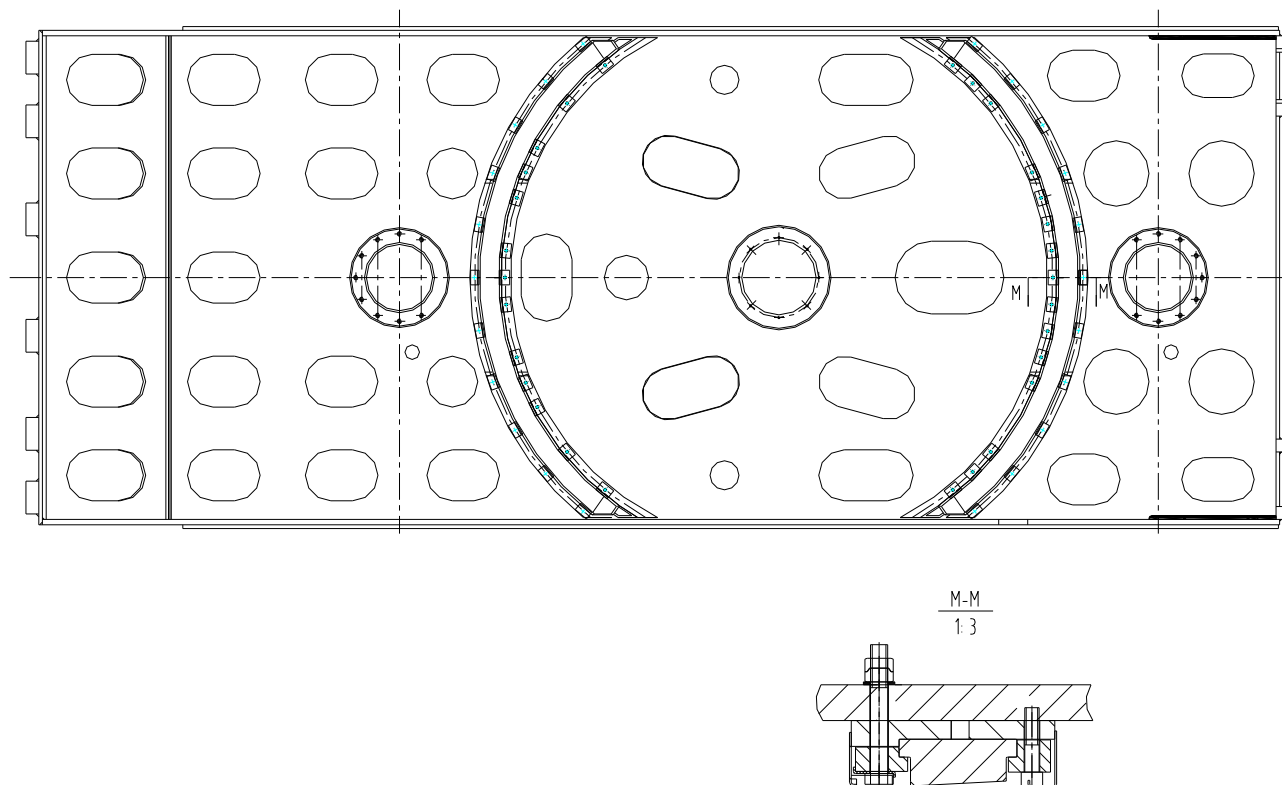

Рисунок 10-9. Проверка верхнего кольцевого рельса
4. Проверьте зазор между нажимной пластиной и кольцевым рельсом в специальных частях, как показано на рис. 10-9, не более 1 мм.